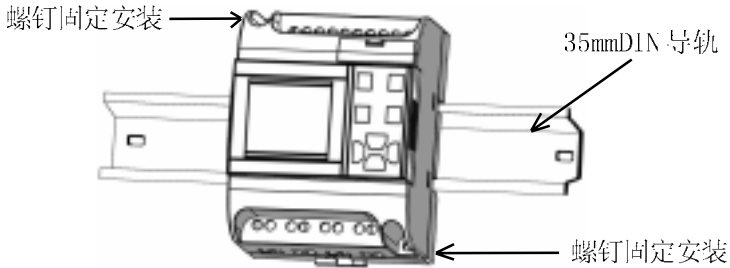

图 2.1 采用 DIN 导轨安装 FAB
- 1、使用标准 DIN 导轨安装 FAB，如图 2.1 所示；